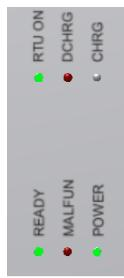

Рис.6.1. Индикация панели управления в состоянии «Готов»
- Дождаться включения панели управления, дождаться перехода блока управления в состояние «Готов», о чем свидетельствует индикация светодиодов Рис.6.1.